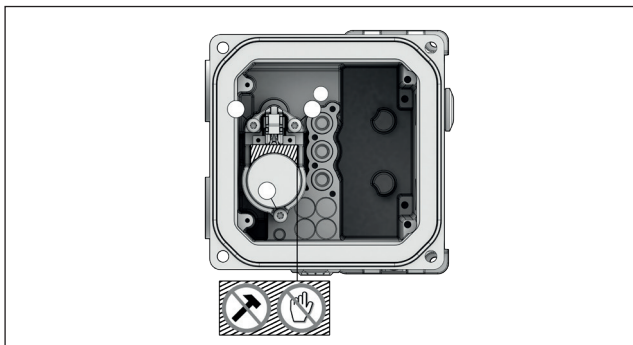

Fig. 96. NDX_511_ e NDX_512_
- Desconecte o conector do fio do pré-estágio do pré-estágio (Fig. 96)
- Solte os parafusos que prendem o pré-estágio no lugar. (Fig. 96)